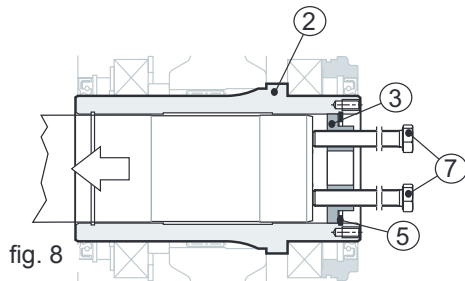

fig. 8
Insérer dans les deux orifices filetés présents sur le fond (pos. 3) 2 vis (pos. 7), visser jusqu'à les appuyer à l'arbre de la machine (pos. 1), continuer à visser de façon alternée, en faisant au maximum un tour à la fois (voir fig. 8).